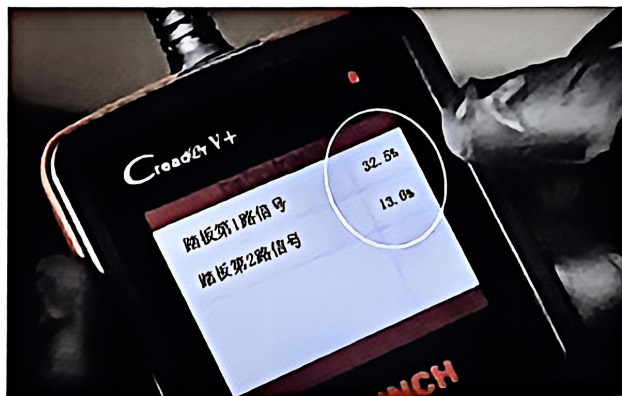

图 1-13 加速踏板位置传感器输出信号数值的读取
① 观察仪表故障指示灯、提示信息等是否存在异常。
② 反复踩下线控加速踏板,查看踏板是否有异响、卡滞。
③ 与用户沟通了解车辆线控加速系统故障发生时的路况、故障是否偶发及发生故障前一段时间内车辆是否有异常等。如果故障发生时车辆经过颠簸路面或者故障偶发,则可以怀疑导线、插接器等可能出现了虚接。
④ 检查辅助蓄电池电压是否满足维修手册规定值要求,检查辅助蓄电池正负极端子是否存在虚接、氧化、腐蚀等情况。
⑤ 用诊断仪读取线控加速系统故障码、数据流来检查线控加速系统是否存在故障。
① 测试电路中与线控加速系统公用供电、接地的其他系统或部件的工作状况,来分析线控加速系统可能的故障点。
② 故障码分析。根据检测到的线控加速踏板的相关故障码,分析可能的故障原因和故障点。
③ 数据流分析。缓慢踩下线控加速踏板,观察输出信号数值是否相应增加,两路信号数值是否大致为两倍关系。将读取的数据流目标值与实际值进行对比,并结合维修手册进行分析,判断加速踏板位置传感器、相关电路的工作状态是否正常。加速踏板位置传感器输出信号数值的读取如图 1-13 所示。